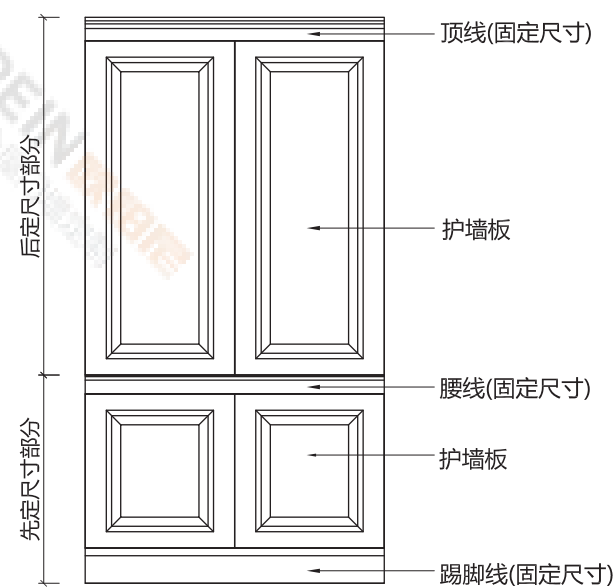

图3-1
- (1) 高度方向：先下后上原则。即先确定下方护墙板高度，再根据余下尺寸确定上方护墙板高度(图3-1)。